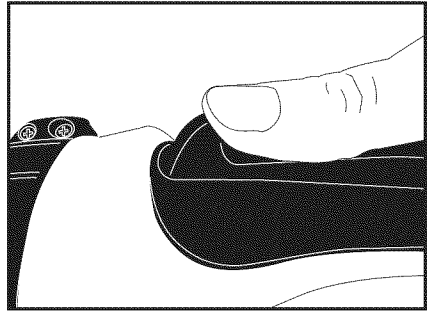

Figure 7
1. Appuyer simultanément sur les boutons à rappel de chaque côté de la batterie. (Voir figure 7.)
repose (il s'agit de l'interrupteur de sécurité). (Voir figure 7.)